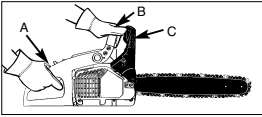

Fig. 10
**TESTEN SIE DIE KETTENBREMSE WIE FOLGT (Abb.10):**
3. Ergreifen Sie den hinteren Griff (A) mit der rechten Hand.
4. Mit der linken Hand halten Sie den vorderen Griff (B) fest [nicht den Kettenbremshebel (C)].
5. Drücken Sie den Gashebel auf 1/3 Geschwindigkeit und aktivieren Sie dann sofort mit dem Daumen der linken Hand den Kettenbremshebel (C).